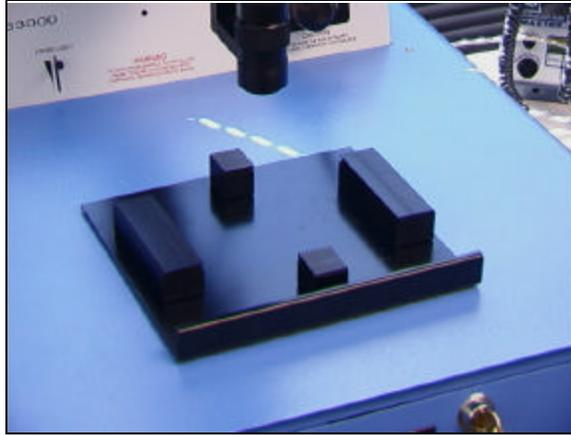

Abb. 13. Platzieren der Leiterplattenhalterungen
- ii. Platzieren Sie die Leiterplattenhalterungen wie in Abb. 13 gezeigt auf dem Leiterplatten-Manipulator. Achten Sie dabei sorgfältig darauf, die starre Sonde nicht zu berühren. Die Leiterplattenhalteblöcke besitzen sowohl V- als auch L-förmigen Kerben.